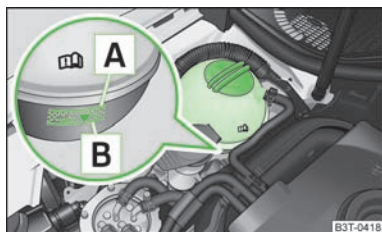

Abb. 162
- Den Kühlmittelstand am Kühlmittelausgleichsbehälter prüfen. » Abb. 162. Der Kühlmittelstand muss bei kaltem Motor zwischen den Markierungen **b** (MIN) und **a** (MAX) liegen. Bei warmem Motor kann er auch etwas über der Markierung **a** (MAX) liegen.
- Einen Lappen auf den Verschlussdeckel des Kühlmittelausgleichsbehälters » Abb. 162 legen und den Deckel **vorsichtig** abschrauben.
Das Kühlmittel nicht über die Marke **a** (max.) auffüllen » Abb. 162 ! Überschüssiges Kühlmittel wird bei Erwärmung durch das Überdruckventil im Verschlussdeckel des Kühlmittelausgleichsbehälters aus dem Kühlsystem gedrückt.